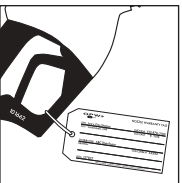

Figure 18
(Ilustración 18)
- After installation of the nozzle, remove the registration tag if attached to nozzle. Facility management must complete the registration tag and return to OPW. Keep the receipt of the registration tag for your records. You may either mail the completed registration tag to OPW or register online at www.opw-fc.com. (See Figure 18)
- Retire la etiqueta de registro sujeta a la pistola después de instalarla. El encargado de las instalaciones debe completar la etiqueta de registro y devolverla a OPW. Conserve el recibo de la etiqueta para registro. Puede enviar la etiqueta completa por correo a OPW o registrarse en línea en www.opw-fc.com. (Vea la ilustración 18)